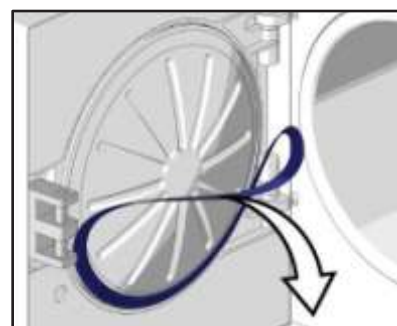

figura 23
2. Una volta estratta la prima parte della guarnizione, rimuovere la parte rimanente estraendola con cura (figura 23).